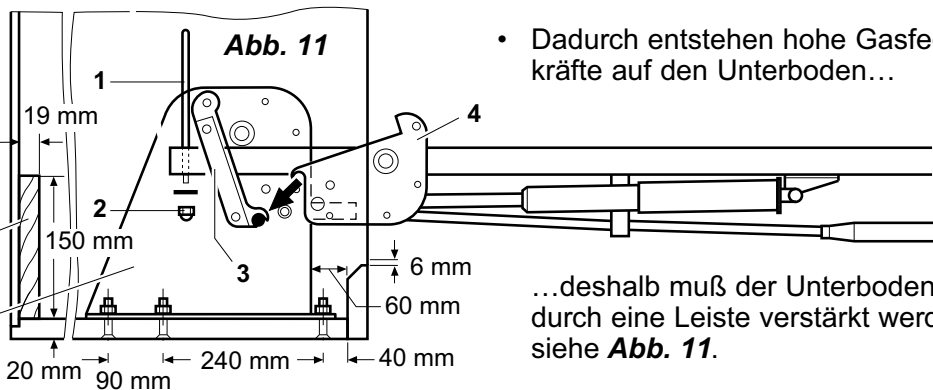

Abb. 11
- Bei Doppelbetten wird der Mittelbock auf dem Unterboden mit 6 Senkkopfschrauben M10 x 40 mm festgeschraubt, siehe **Abb. 11**. Mindestfuge zwischen beiden Betten 6 mm
siehe **Abb. 11**.